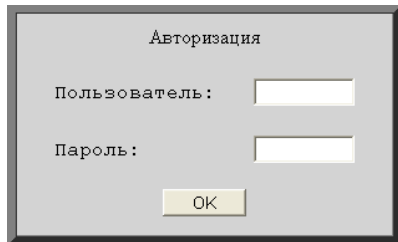

Рис.6 Окно авторизации
19. Откроется окно авторизации – см. рис.6.